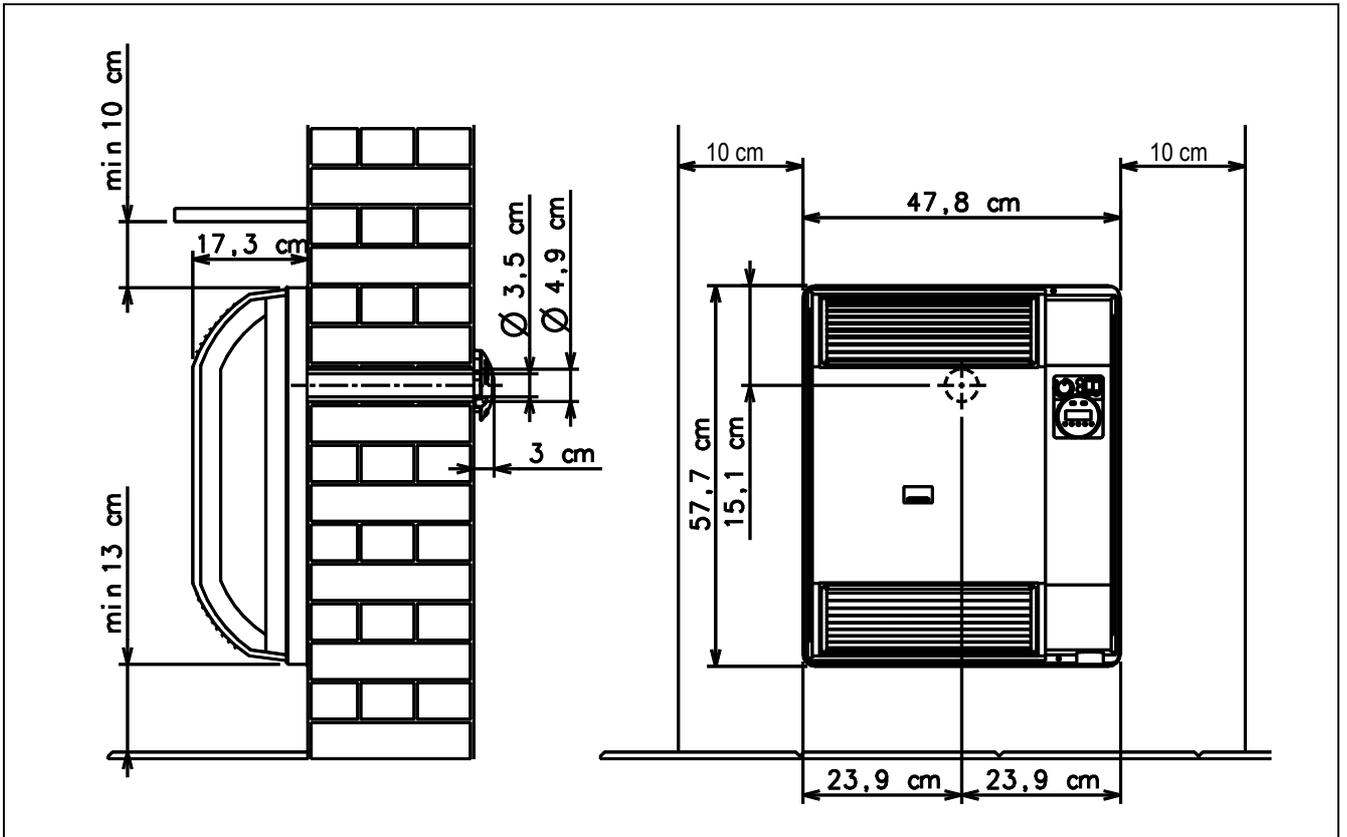
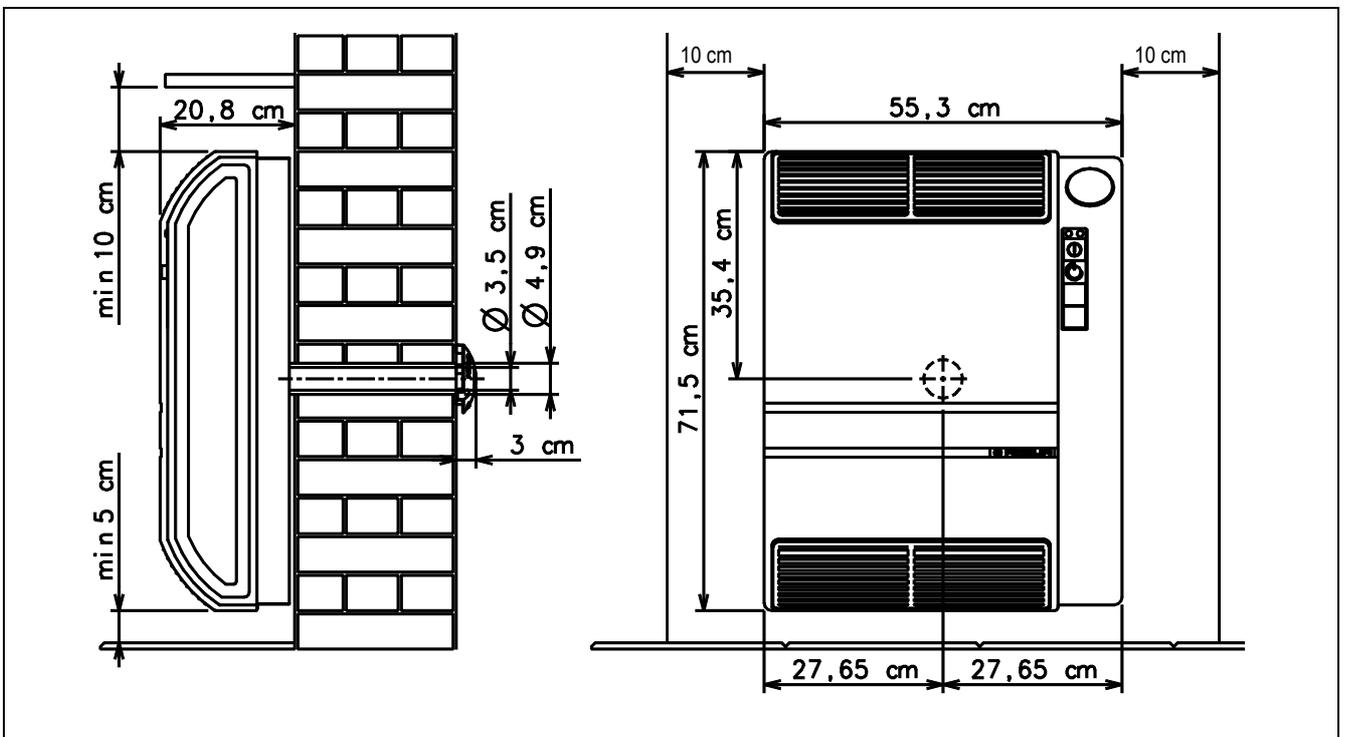
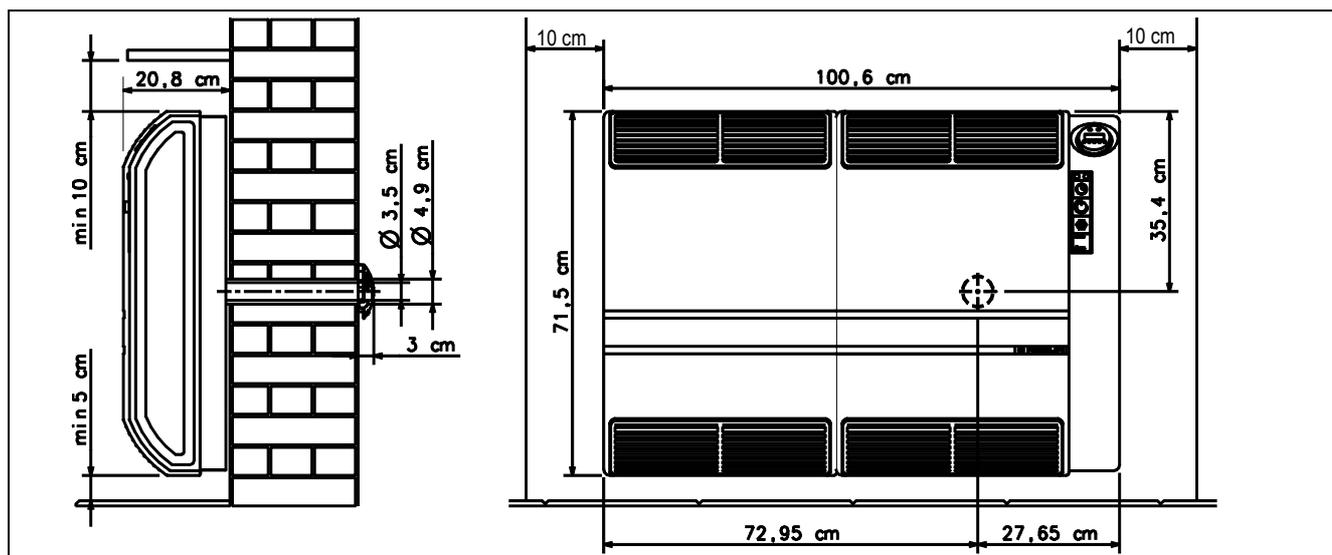

Рисунок 1 – РАЗМЕРЫ НАРУЖНЫЕ и ОГРАНИЧЕНИЯ ПО УСТАНОВКЕ ДЛЯ МОДЕЛЕЙ 3001-3002
Рисунок 2 – НАРУЖНЫЕ РАЗМЕРЫ и ОГРАНИЧЕНИЯ ПО УСТАНОВКЕ ДЛЯ МОДЕЛЕЙ 4001-4002-5001-5002
Рисунок 3 – НАРУЖНЫЕ РАЗМЕРЫ и ОГРАНИЧЕНИЯ ПО УСТАНОВКЕ ДЛЯ МОДЕЛЕЙ 8001-8002-8001R-8002R
1. Внутри помещения, устройство устанавливается на периметральной стене или рядом с такой стеной, соблюдая расстояния, указанные на Рисунок 1 для моделей 3001 и 3002, Рисунок 2 для моделей 4001, 4002, 5001 и 5002 или Рисунок 3 для моделей 8001, 8002, 8001 R и 8002 R, необходимые для обеспечения расстояния, достаточного для проведения тех. обслуживания. Минимальное рекомендуемое расстояние устройства от пода - 5 см или 13 см в зависимости от модели (см. Рисунок 1, Рисунок 2 и Рисунок 3) и по возможности не более 35 см, так как при превышении данного расстояния распределение тепла в помещении будет неравномерным.